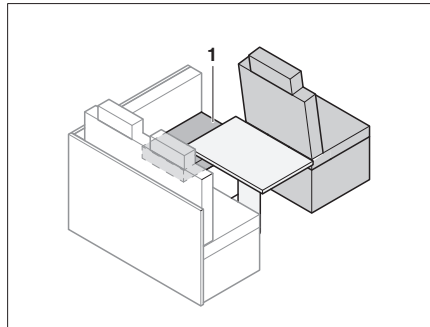

Fig. 189 Antes de la transformación
- Poner el cojín del asiento (Fig. 189,1) al lado.